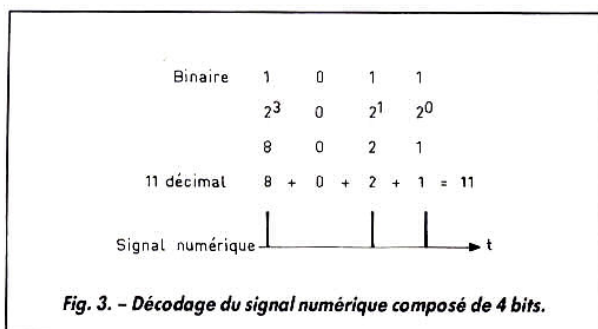

Fig. 3. - Décodage du signal numérique composé de 4 bits.
Nous pouvons comparer, par exemple, cette tension comme celui du niveau 11 analogique. Ce nombre décimal traduit en binaire vaut  $1 + 0 + 1 + 1$ , ce qui veut dire  $2^3 + 0 \cdot 2^2 + 2^1 + 2^0$ . La figure 3 montre la conversion du niveau analogique (11) en niveau numérique 1011 binaire.